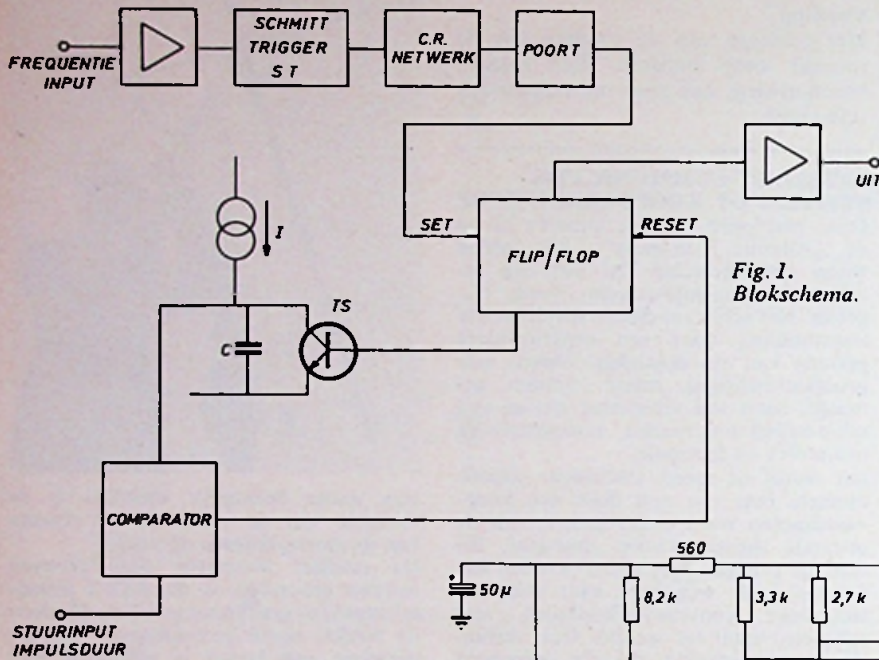

Fig. 1. Blokschema.
De herhalingsfrequentie hangt af van een toegevoerde frequentie en de impulsduur wordt bij deze impulsgenerator geregeld door een stuurspanning van 0 ... +5V. Werking: zie blokschema, fig. 1. Op de frequentie-ingang wordt een stuurfrequentie aangesloten. Een versterkertrap wordt gevolgd door een schmitt-trigger (ST), die de ingangsspanning omzet in een blokspanning. Van deze blokspanning wordt een negatieve impuls afgeleid d.m.v. een RC-netwerk en een diodepoort. Een flip-flop (FF) stuurt in de ruststand de transistor TS open, welke de condensator C overbrugt. Na een impuls uit de ST wordt de FF in de 1-stand gezet en gaat TS dicht. Een stroombron I laadt nu de C op. De spanning over C wordt in een comparatorschakeling vergeleken met de spanning op de stuuringang.